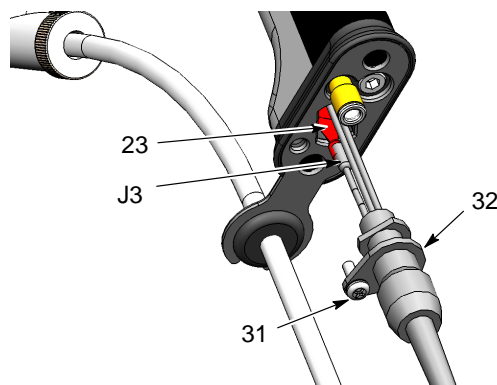

Fig. 19 Déconnexion du câble de commande de la poignée
3. Voir la figure 19. Retirer la vis (31) qui fixe le câble (32) au bas de la poignée du pistolet.
4. Faire tourner le câble pour le dégager de la base de la poignée. Tirer lentement le câble vers le bas jusqu'à pouvoir saisir la prise du contact de la gâchette (23).